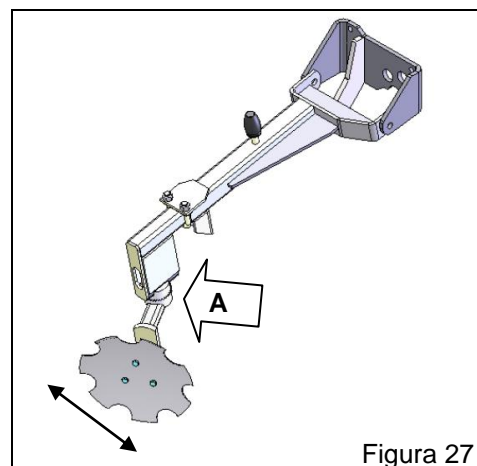

Figura 27
- Solte o parafuso "A" (Figura 27) que fixa as castanhas dentadas ao suporte do disco marcador e haste do marcador;
- Gire o disco marcador na posição desejada e aperte o parafuso "A" (Figura 27).